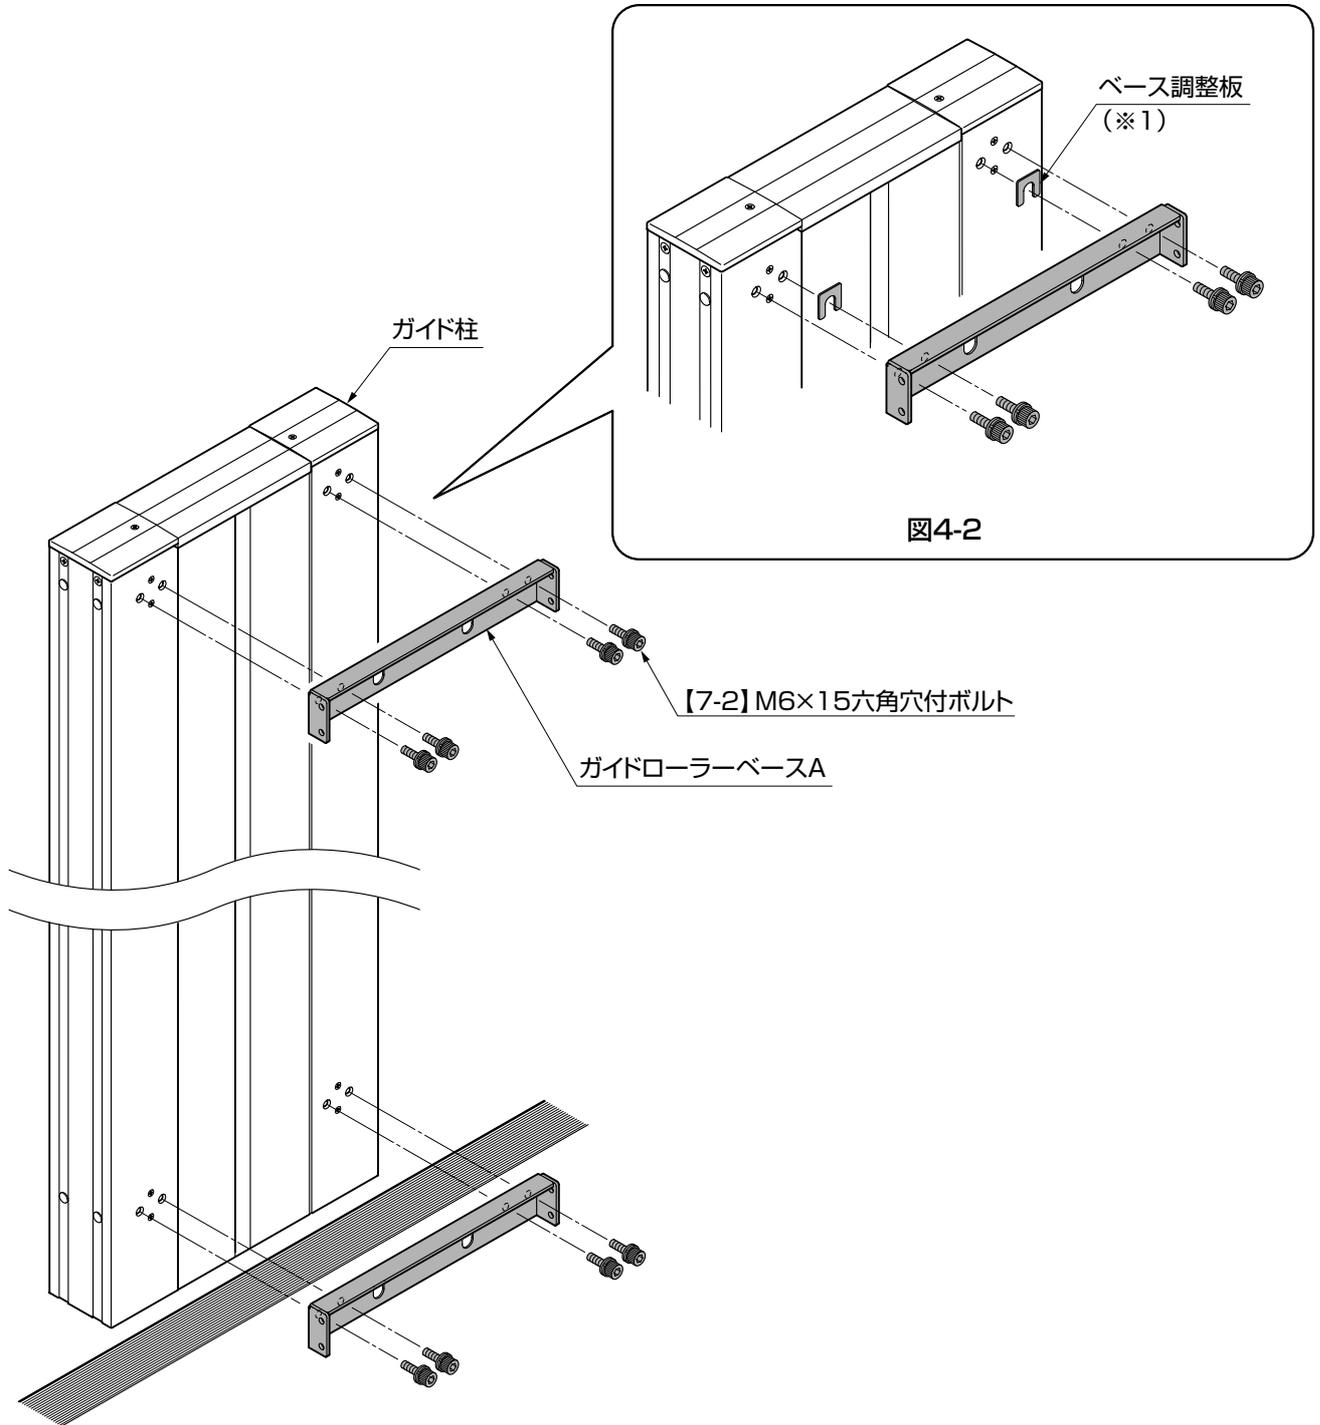

図4-1
①ガイド柱にガイドローラーベースAを【7-2】で取付けてください。(図4-1参照)